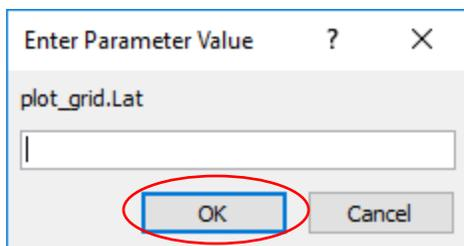

Figura 28. Ingresar Parámetros
- 4.3 Una serie de ventanas aparecerán (Figura 28) para ingresar ciertos parámetros, da clic en [Ok] sin ingresar ningún valor en la ventana.